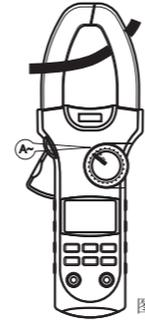

图 11
- ① 关闭待测量导体的电流;
- ② 按住扳机打开钳头,将钳头夹取待测导体,然后缓慢地放开扳机,直到钳头完全闭合,请确定待测导体是否被夹取在钳头的中央,未置于钳头中心位置会产生±1.0%读数附加误差;
- ③ 按ZERO键使显示归零;(待读数稳定在最小值状态,按ZERO键清零)
- ④ 开启待测量导体的电流,读取钳表稳定后的数值。
- ⑤ 如此测量的结果将可得到更准确的直流电流读数。
9. 交流电流测量 (A \sim) (见图11)